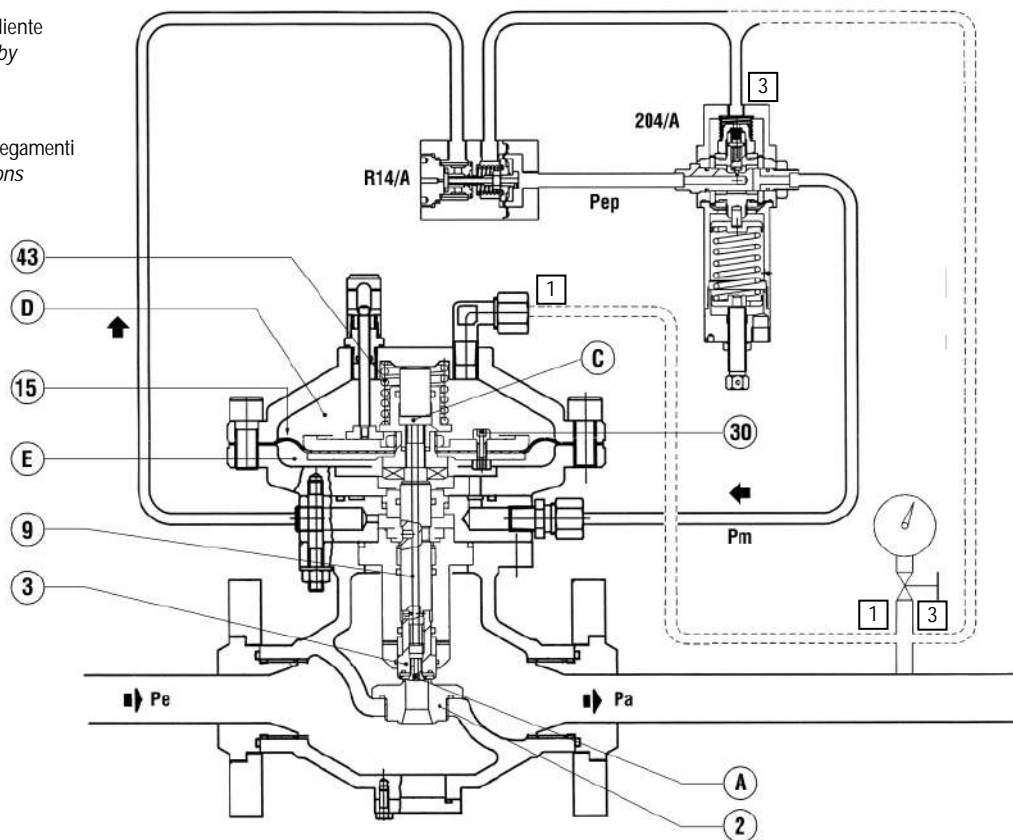
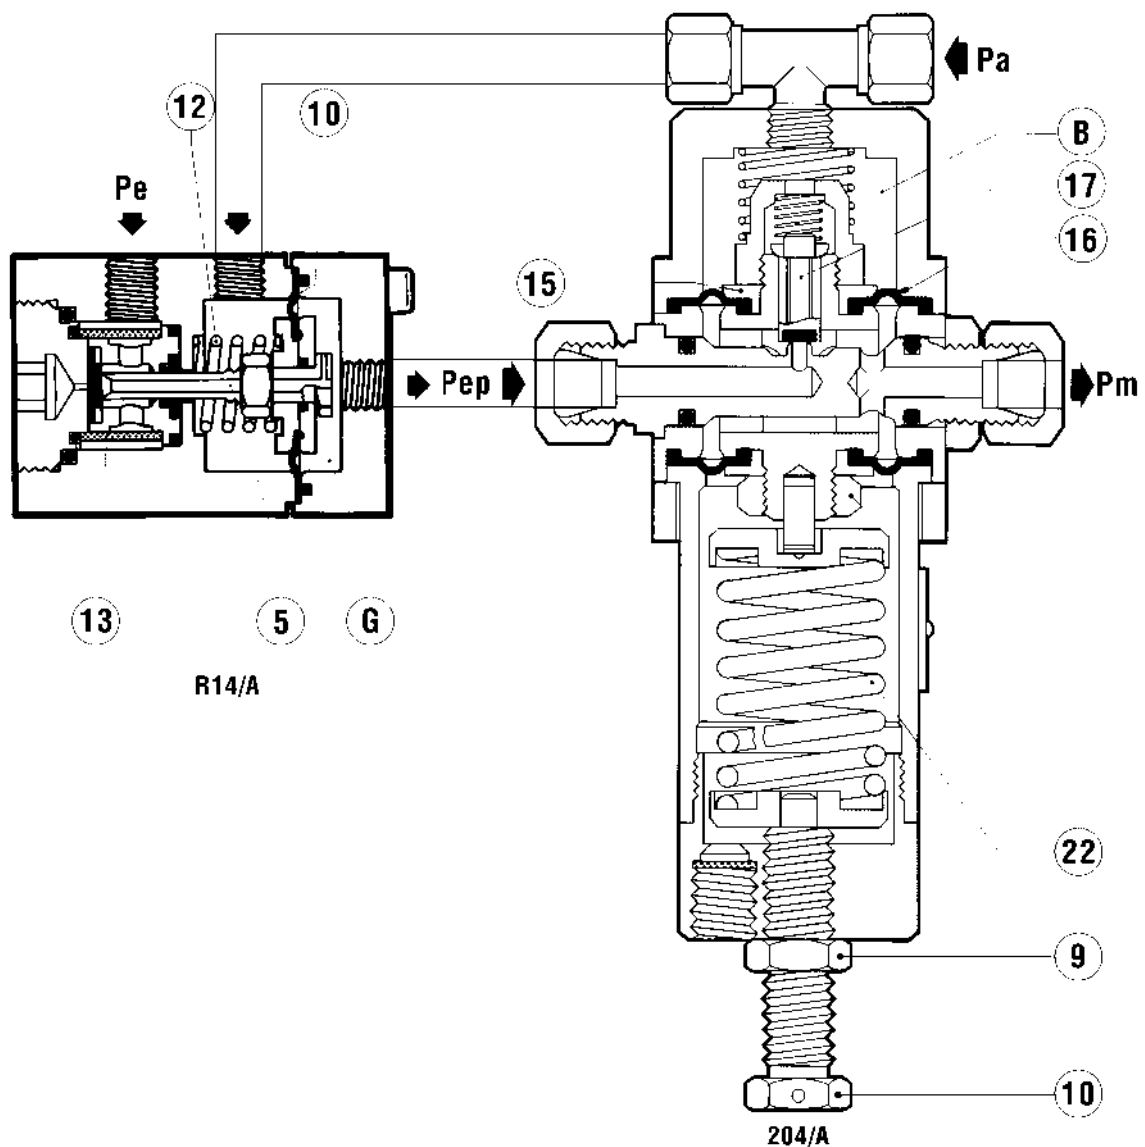

Fig. 1
Fig. 2
1.2 FUNZIONAMENTO (FIG. 1)
1.2 OPERATION (FIG. 1)
La pressione di motorizzazione è ottenuta prelevando gas dal regolatore alla pressione di monte. Il gas viene filtrato attraverso il filtro 13 e subisce una prima decompressione nel preriduttore R14/A (fig. 2) composto essenzialmente da un otturatore 5, da una molla 12 e da una membrana 10 fino ad un valore P_{ep} che dipende dalla pressione di taratura del regolatore. Dalla camera G la pressione P_{ep} passa quindi nel pilota 204/A che regola tramite l'otturatore 17 fino al valore P_m di immissione nella testata del regolatore. La regolazione di P_m si ottiene dal confronto tra la forza esercitata dalla molla di taratura 22 del pilota e l'azione della pressione regolata P_a agente nella camera B sulla membrana 16. La modifica della taratura viene effettuata ruotando la vite di regolazione 10; una rotazione in senso orario provoca un aumento della P_m e quindi della pressione regolata P_a ; viceversa per una rotazione in senso antiorario. Se per esempio, durante il funzionamento c'è una diminuzione di pressione di valle P_a (a causa dell'aumento della portata richiesta o della diminuzione della pressione di monte) si ha uno squilibrio nell'equipaggio mobile 15 del pilota, che si sposta provocando un aumento dell'apertura dell'otturatore 17. Aumenta di conseguenza anche il valore della pressione di motorizzazione P_m , che agendo nella camera E al di sotto della membrana 15 (fig. 1) determina uno spostamento verso l'alto dell'otturatore 3 e quindi l'aumento dell'apertura del regolatore fino a ripristinare il valore prestabilito della pressione regolata.
The motorisation pressure is obtained by drawing gas from gas the regulator at the upstream pressure. The gas is filtered through the filter 13 and is subjected to initial decompression in the preregulator R14/A (fig. 2) composed essentially of an obturator 5, a spring 12 and a diaphragm 10 to a value, P_{ep} , which depends on the pressure set-point of the regulator. The pressure, P_{ep} , then passes from the chamber G through the hole F in the 204/A pilot which adjusts it by means of the obturator 17 until the inlet value, P_m , in the head of the regulator. The regulation of P_m is obtained by the comparison of the force exerted by the setting spring 22 of the pilot and the action of the regulated pressure, P_a , acting in the chamber B on the diaphragm 16. The set-point can be changed by turning the adjustment screw 10; clockwise rotation increases P_m and therefore the regulated pressure, P_a ; the opposite occurs when the ring is turned anticlockwise. If, for example, the downstream pressure, P_a , drops during operation (because of an increase in the requested flow rate or a drop in the upstream pressure) an imbalance occurs in the mobile assembly 15 of the pilot, which is displaced to increase the opening of the obturator 17. As a result, the motorisation pressure value, P_m , increases and, by acting in the chamber E under the diaphragm 15 (fig. 1), causes the obturator 3 to move upwards and therefore an increase in the opening of the regulator until the set-point of the regulated pressure is restored.